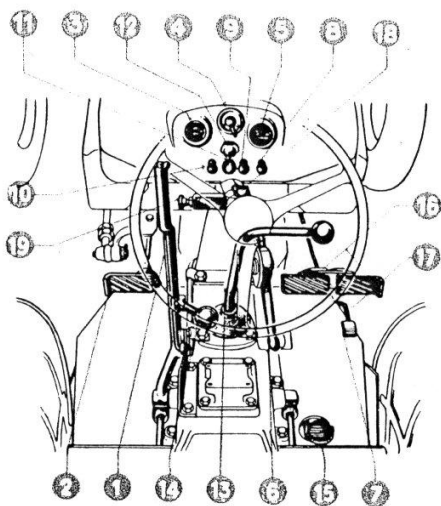

FIG. 10
- 1° S'assurer que le levier de prise constante (**rep. 14, fig. 10**) est au point mort, ainsi que le levier du changement de vitesses (**rep. 13, fig. 10**). Vérifier également que le frein à main (**rep. 1, fig. 10**) est bien serré.
- 3° Amener l'accélérateur (**rep. 6, fig. 10**) aux trois quarts de sa course.
- 4° Tirer à fond le bouton de contact (**rep. 9, fig. 10**) et contrôler si le voyant (**rep. 11, fig. 10**) est allumé : le contact est alors réalisé.
- 5° Pousser le bouton de commande du démarreur (**rep. 10, fig. 10**). Dès la mise en route du moteur, lâcher rapidement ce bouton qui doit revenir à sa position initiale.
- 7° Maintenir tiré pendant quarante-cinq secondes, le commutateur (**rep. 8, fig. 10**) d'alimentation aux résistances.
- 8° Pousser sur le commutateur (**rep. 10, fig. 10**) établissant le circuit « **BATTERIES-DÉMARREUR** » en maintenant tiré le commutateur (**rep. 8, fig. 10**).
- 1° Pousser et maintenir environ à mi-course la pédale d'embrayage (**rep. 2, fig. 10**), de façon à ne débrayer que le disque 11 pouces.
En fonction de la vitesse d'avancement choisie, il y a lieu de jouer différemment sur le levier de prise constante (**rep. 14, fig. 10**) et sur le levier de changement de vitesses (**rep. 13, fig. 10**).
- 3° Amener l'accélérateur à main (**rep. 6, fig. 10**), à mi-course.
- 4° Embrayer lentement, après avoir desserré le frein à main (**rep. 1, fig. 10**). Pour permettre un desserrage plus facile de celui-ci, il est recommandé d'appuyer à fond sur les deux pédales de frein à pied (**rep. 16, fig. 10**).
Un accélérateur au pied (**rep. 7, fig. 10**) conjugué avec la manette, est **exclusivement réservé pour le transport sur route**.
- 1° Débrayer en poussant à fond vers l'avant la pédale (**rep. 2, fig 10**), à mi-course de façon à ne débrayer que le disque 11 pouces.
- 1° Pousser le levier de l'accélérateur à main (**rep. 6, fig. 10**) vers l'avant, puis, de la pointe du pied, soulever au maximum la pédale d'accélérateur (**rep. 3, fig. 8**).
- 2° Couper le contact en poussant à fond le bouton (**rep. 9, fig. 10**).